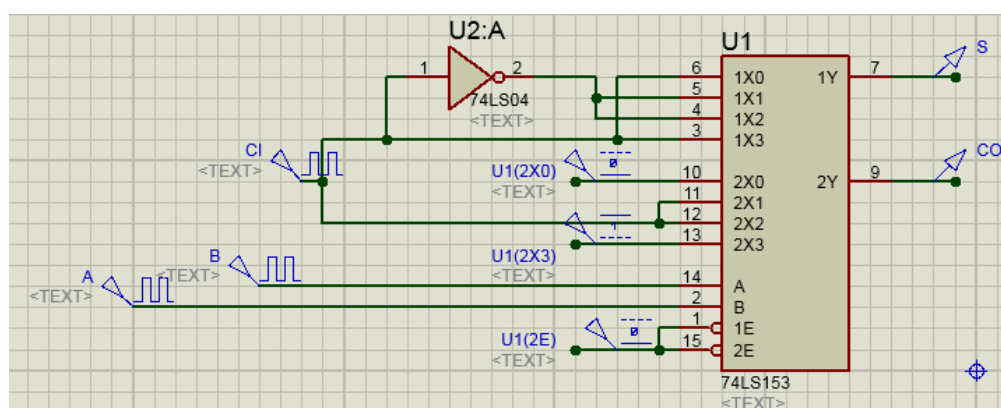

图 5 数据选择器实现全加器仿真图
(6) 启动 Proteus 软件，选择所需电子元件，具体步骤如实验 1 所示。本实验所需元件为 74LS153（双四选一数据选择器）、74LS04（与非门），选取电子元件后，摆好各元件的位置，然后用鼠标单击欲连线的元件，调整线路的走线，形成如图 5 所示由数据选择器构成的全加器仿真电路。